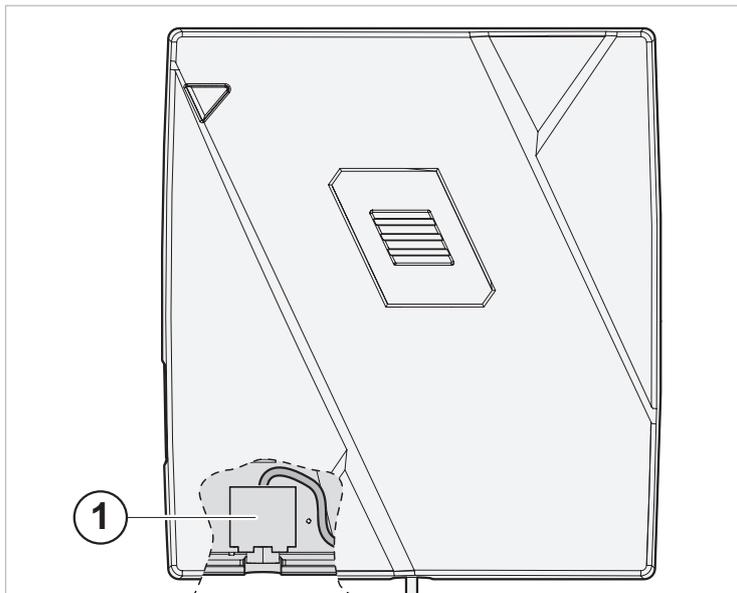

Fig. 10 3.5-mm-Mono-Jack-Stecker anschliessen
- 5 Zugschnur (oder optional Zugentlastung) (Fig. 10)